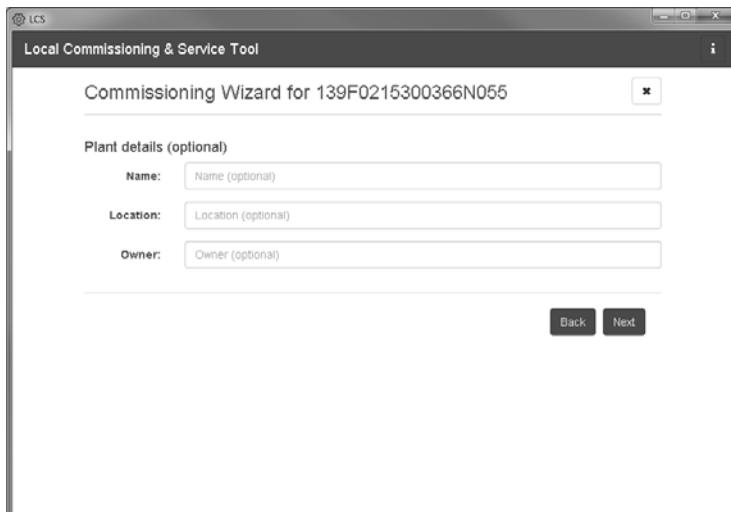

Abbildung 5.4 LCS-Tool - Anlagendetails
5. Optional können Sie einen Namen, einen Standort und Besitzer des Inverter Managers vergeben. Siehe Abbildung 5.4.